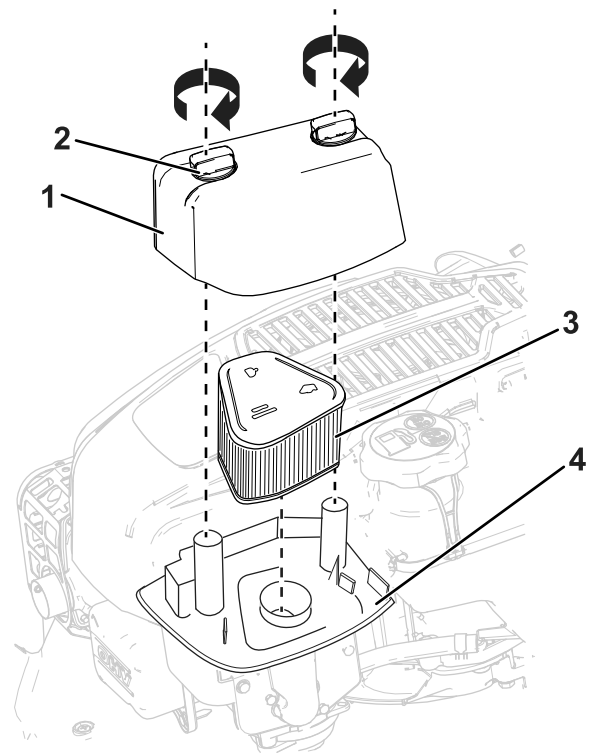

Figure 27
1. Retirez les fixations du couvercle du filtre à air et déposez le couvercle (Figure 27).